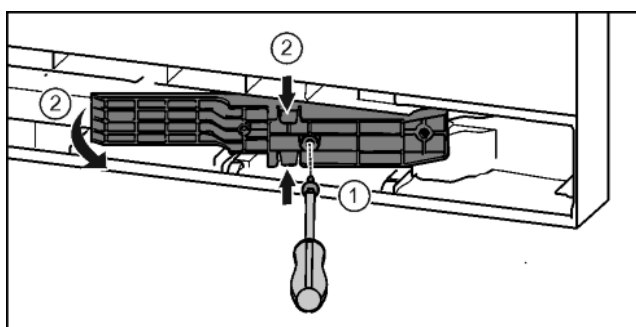

Fig. 22*
- ▶ Śruby odkręcić przy pomocy śrubokręta T15.* Fig. 22 (1)
- ▶ Wyciągnąć element adaptera.* Fig. 22 (2)